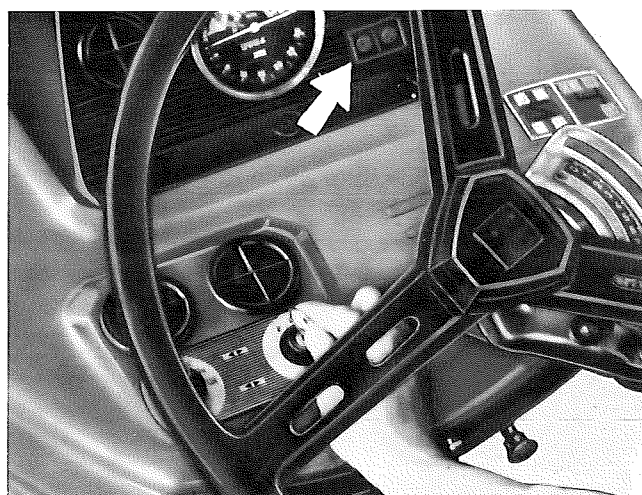

Fig. 53 - Contrôle du fonctionnement du thermostarter.
- Introduire la clé de contact dans le tableau de bord et la faire tourner en sens inverse des aiguilles d'une montre de façon à l'amener en position P (fig. 53).
- Garder la clé dans cette position, en après environ 1 minute le témoin du thermostarter (indiqué par une flèche fig. 53) s'allumera.